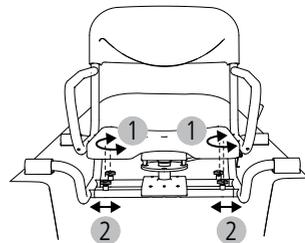

Abb. 5
- Der Badedrehwannensitz muss an die Badewannenbreite angepasst werden. Dafür lösen Sie die Sterngriffschrauben (4 Stk.) (Abb. 5, 1)
- Setzen Sie den Badewannendrehstuhl in die Badewanne und ziehen Sie beide Seitenaufgaben gleichmäßig hinaus, sodass die Gummiauflagen vollständig auf dem Wannenrand aufliegen (Abb. 5, 2).
- Abschließend drehen Sie die Sterngriffschrauben (4 Stk.) wieder fest (Abb. 5, 1).